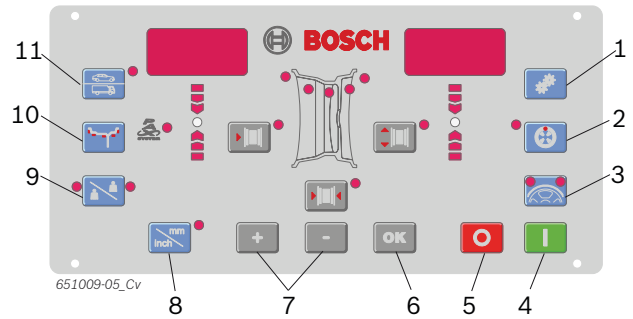

Рис. 4: Клавиши на панели управления/панели индикации
- ➔ С помощью светодиодов (рис. 4, поз. 1) отображаются положения уровней каждой программы балансировки.
- И При выбранной программе балансировки РАХ дополнительно загорается светодиод Рах (рис. 4, поз. 10).
2. Выбрать измеренное расстояние от обода до станка при помощи клавиш <-> или <+> для расстояния от обода до станка (рис. 4, поз. 7).
4. Выбрать измеренную ширину обода при помощи клавиш <-> или <+> для ширины обода (рис. 4, поз. 6).
6. Выбрать измеренный диаметр обода при помощи клавиш <-> или <+> для диаметра обода (рис. 4, поз. 2).
I Светодиоды в виде стрелок (рис. 4, пол. 11) указывают на то, в каком направлении колесо должно вращаться для достижения "12 часов" для фиксации балансирующего груза.
- ⇒ Как только будет достигнуто правильное положение для фиксации балансирующего груза, загорится светодиод (рис.4, пол.3), что подтверждается звуковым оповещающим сигналом.